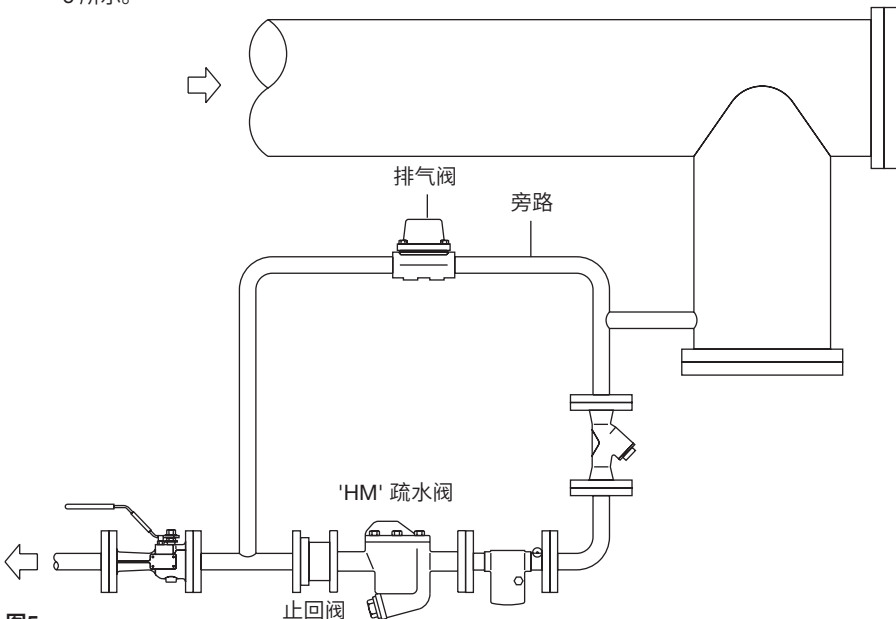

图5
- 3.5** 倒吊桶疏水阀无法快速地排除空气。尤其在工艺应用中，这可能导致预热缓慢，蒸汽空间积水。因此，需要一个单独地排空气阀并列安装在疏水阀的上方，以高效地排除空气。任何旁路都应布置在倒吊桶疏水阀的上方。因为如果布置在疏水阀的下方，并且处于泄漏或打开的状态，疏水阀内的水封很可能被吹走，造成蒸汽浪费（见图5）。倒吊桶疏水阀安装在暴露环境中，可通过添加隔热罩降低冰冻损坏的可能。